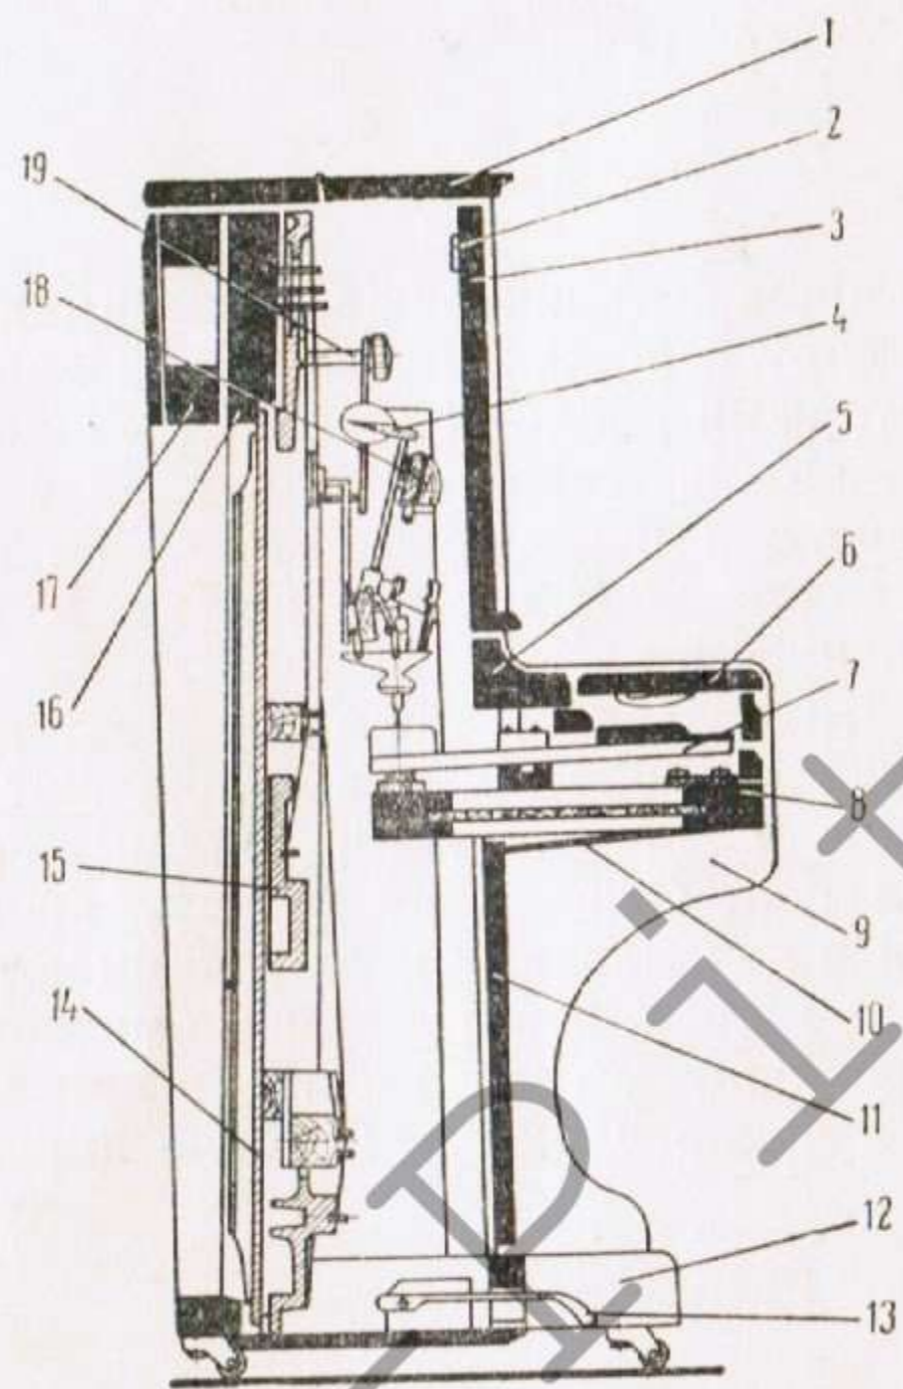

Рис. 3. Разрез пианино:
Для протирания пианино внутри корпуса необходимо снять съемные детали корпуса (рис. 3, 4 и 5).
1. Открыть верхнюю крышку 1 (рис. 3).
4. Снять нижнюю раму. Для этого нужно отжать пружину нижней рамы 10 (рис. 3) вверх одной рукой,
Для предохранения от моли следует помещать внутрь инструмента марлевые мешочки с нафталином или камфарой, прикрепляя их либо к болтам бачек механики 19, либо к неподвижному рулейстику 18 (рис. 3).